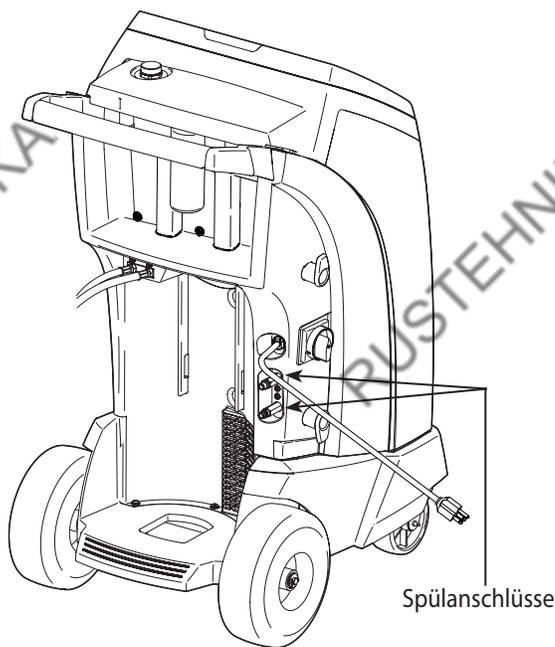

Abbildung 5
2. Schließen Sie die Serviceschläuche an die Spülanschlüsse des Gerätes an (siehe Abbildung 5).